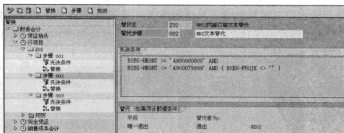

图 5-42 定义“WBS 文本替代”
STEP 2 定义 WBS 文本替代。双击目录中对应的调用点，在弹出的有效性检查界面，创建左树中“行项目”的“步骤 002”，可以在右树中看到该替代步骤对应的“先决条件”、替代对象以及相应的提示信息，如图 5-42 所示。